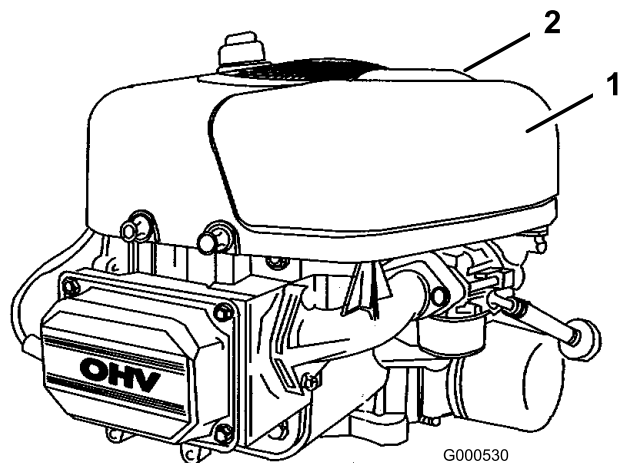

Figure 31
4. Nettoyez la surface autour du filtre à air pour éviter que des impuretés n'endommagent le moteur en tombant à l'intérieur. Tirez la poignée du couvercle du filtre à air et tournez-la vers le moteur (Figure 31). Déposez le couvercle du filtre à air.